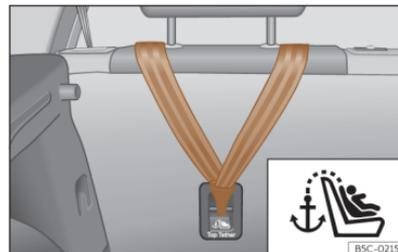
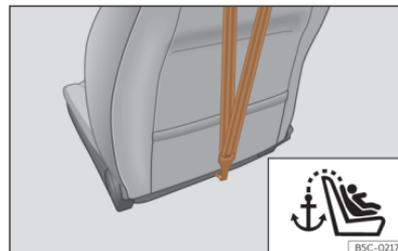

Abb. 46 Rückseite der Rücksitzbank: Verankerung für den Top Tether Haltegurt.
Abb. 47 Rückseite der Beifahrersitzlehne: Verankerung für den Top Tether Haltegurt (nicht in allen Märkten erhältlich).
- Den Haltegurt verschieben und ordnungsgemäß an der Verankerung des hinteren Teils der Rücklehne befestigen >>> (Abb. 46), >>> (Abb. 47).